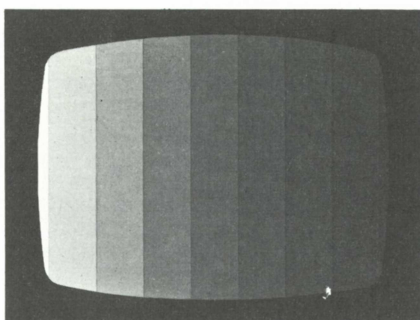

Fig. 8
7. Antennenstecker einstecken. „Grautreppe“ oder Testbild empfangen. Es dürfen nur unwesentliche Farbtönungen in den einzelnen Graustufen auftreten (Fig. 8).